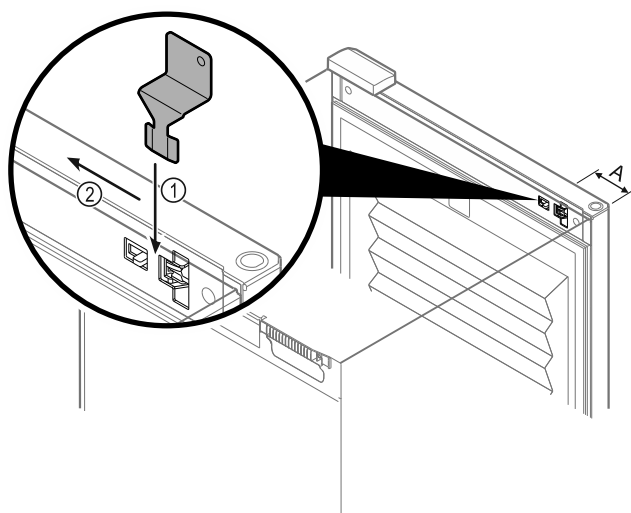

Fig. 133
- Расположите ключ для аварийной разблокировки в заданном месте Fig. 133 (A) $\approx$ 100 мм.
- Вставьте ключ для аварийной разблокировки Fig. 133 (1) между дверью и корпусом устройства сверху и до упора.
- Потяните ключ для аварийной разблокировки в направлении шарнира. Fig. 133 (2)